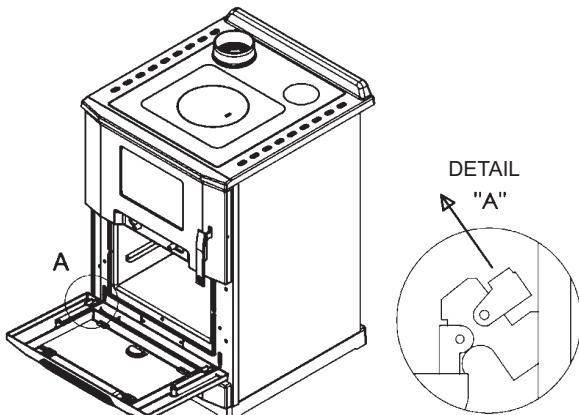

Abb. 1 A
- Die an dem Scharnierhebel befindlichen Sicherungen mit einem Schraubenzieher bis ganz nach oben, in Pfeilrichtung ziehen (Abbildung 1 B)